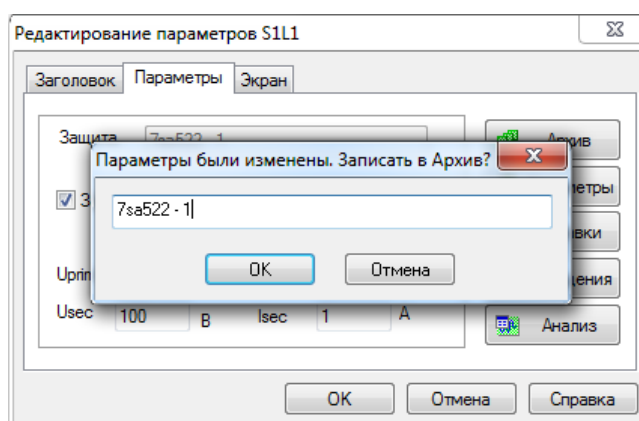

Рис. 5.31. Диалоговое окно
- после изменения уставок (подтверждение – нажатием кнопки *OK*) появляется окно с вопросом, требуется ли занесение изменённых данных в архив защит с новым именем (Рис. 5.31).